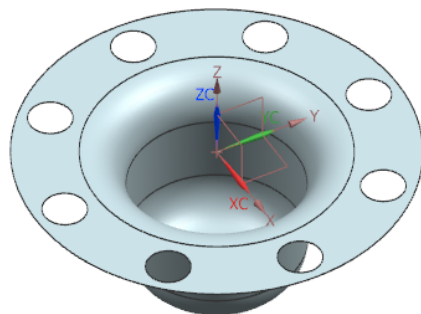

图 4-29 创建法向除料特征
(6) 在如图 4-25 所示对话框中，单击 **< 确定 >** 按钮，创建法向除料特征，如图 4-29 所示。